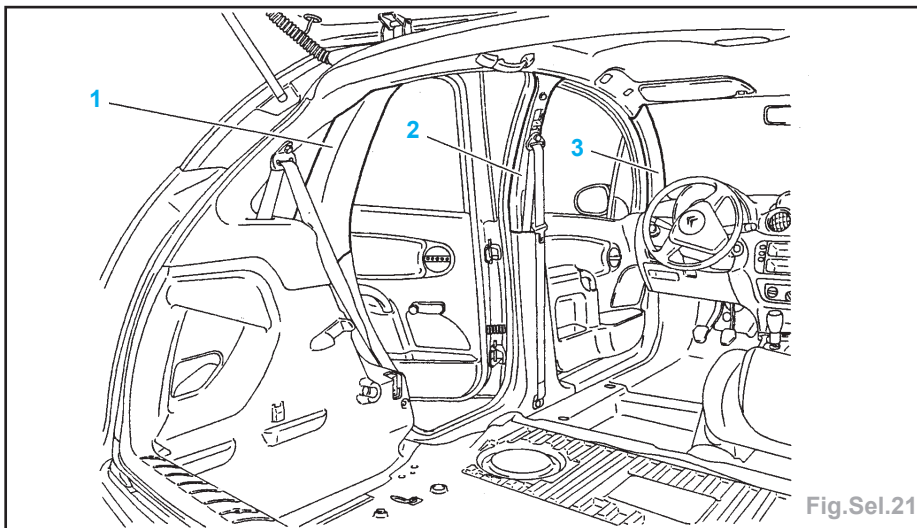

Fig.Sel.21
- Déposer (Fig.Sel.21) :
- le cache D et G (23),
- les vis D et G (24).